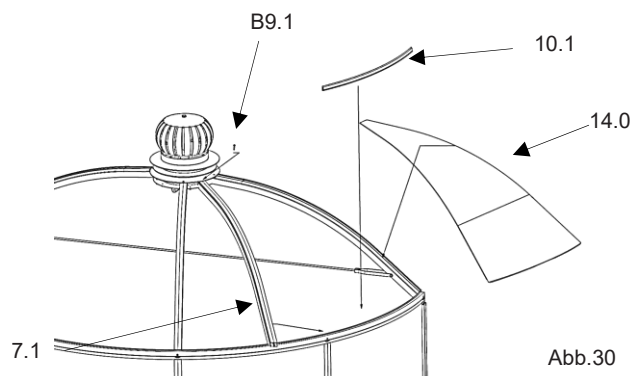

Abb.30
1. als Erstes die innere Mittelsprosse (Dach) (7.1) am unteren Druckring des Dachlüfters (11.0) mit einer Linsenblechschaube (B9.1) montieren. (Abb.30/33)
2. die Mittelsprosse (Dach) (7.1) unten minimal links zur Seite drücken. (Abb.30)
4. Dachverglasung (14.0) von unten nach oben in die Glas-Nut von den Profilen einschieben und einsetzen. (Abb.30)